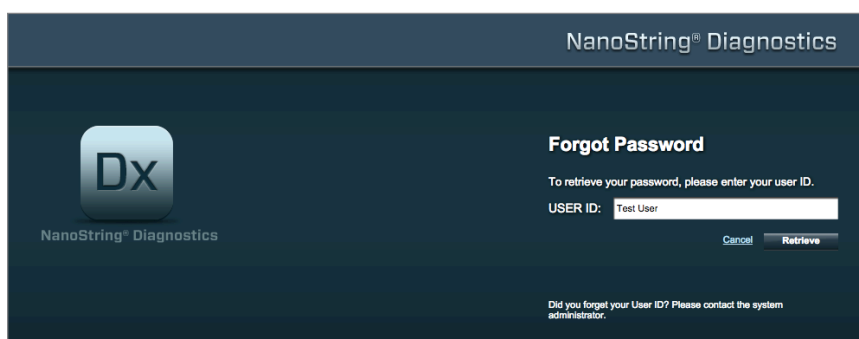

FIGURA 4.3: página de envío de contraseña olvidada
- Haga clic en el enlace junto a "Forgot your password?" (¿Ha olvidado su contraseña?) para acceder a la página de envío de contraseña olvidada (**FIGURA 4.3**).